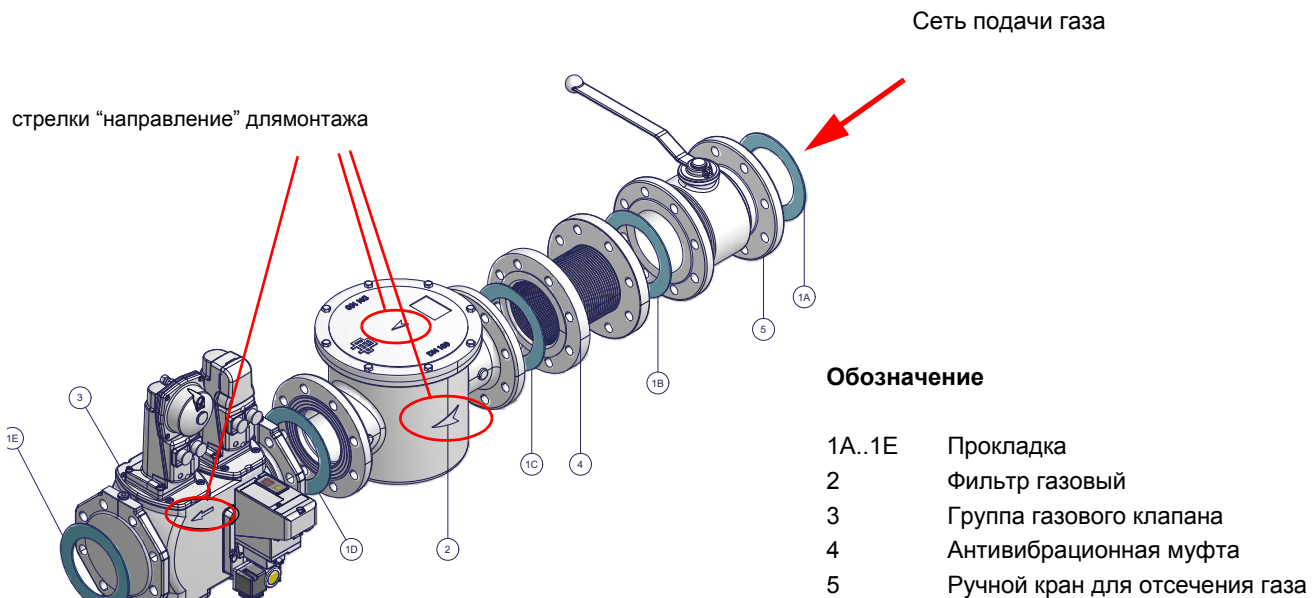

Рис. 5 - Пример газовой ramпы
1 - б) при фланцевых соединениях: между соседними компонентами устанавливать прокладку (1A..1E - Рис. 5), совместимую с используемым газом,
**ВНИМАНИЕ:** после монтажа газовой ramпы согласно схеме на Рис. 5, необходимо провести тестирование на герметичность газового контура, согласно требований действующих нормативов.
**ВНИМАНИЕ:** после монтажа газовой рампы согласно схеме на Рис. 5, необходимо провести тестирование на герметичность газового контура, согласно требований действующих нормативов.